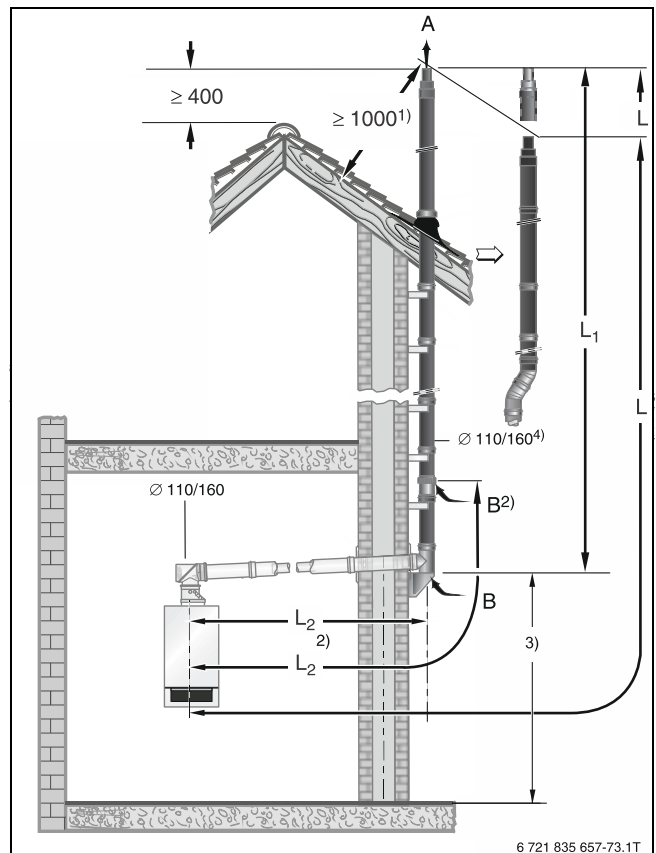
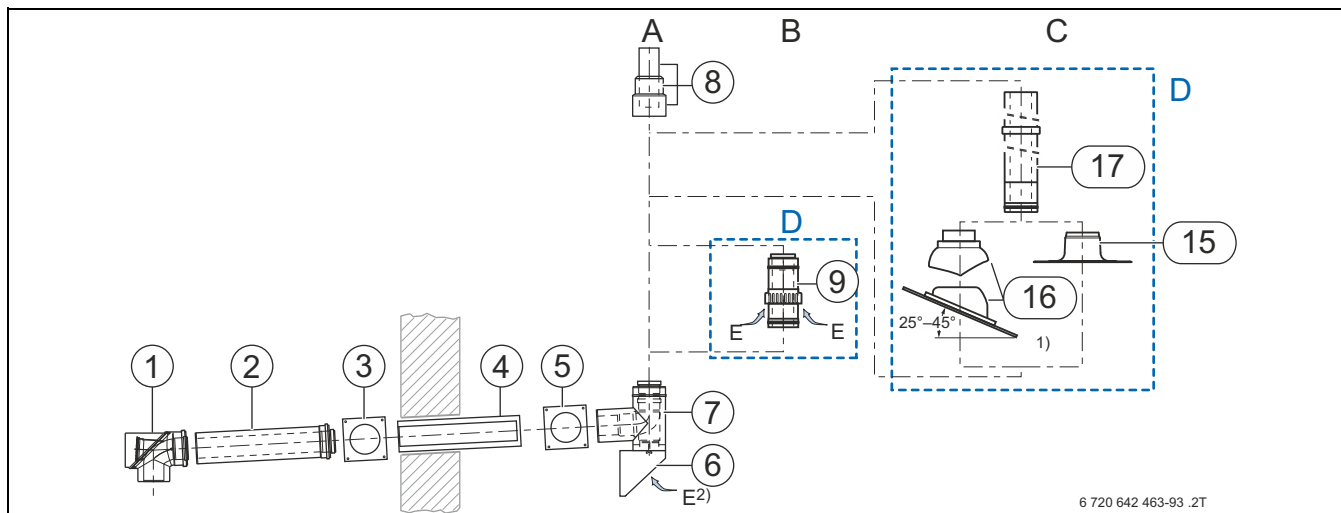

Рис. 149 Вариант монтажа (размеры в мм)
Рис. 150 Компоненты базового комплекта GAF-K из пластика
Табл. 75 Максимальная длина газоотводов для Logamax плюс GB272, GAF-K, C53x (→Рис. 149)
Для всасывания воздуха для горения на уровне прохода в стене приточный тройник должен находиться на высоте не менее 30 см над уровнем земли. С географической точки зрения также необходимо учитывать высоту снежного покрова. Воздухозаборник в любом случае должен быть выше ожидаемой высоты снежного покрова. В качестве альтернативы, если это условие не выполняется, воздух для горения может всасываться через концентрический приточный патрубок, который должен быть встроен в воздухоотводящую трубу на фасаде (→ рис. 150, альтернативный приточный воздух).
Воздуховод для отвода газов на фасаде может проходить через карниз (→ рис. 149). Для этого в качестве дополнительного оборудования требуется концентрический проход для крыши и либо плоский клеевой фланец для крыши, либо универсальный навесной поддон с дождевой крышкой (→ см. Рис. 150, проход для крыши).
- C Проход на крыше (Рис. 149)